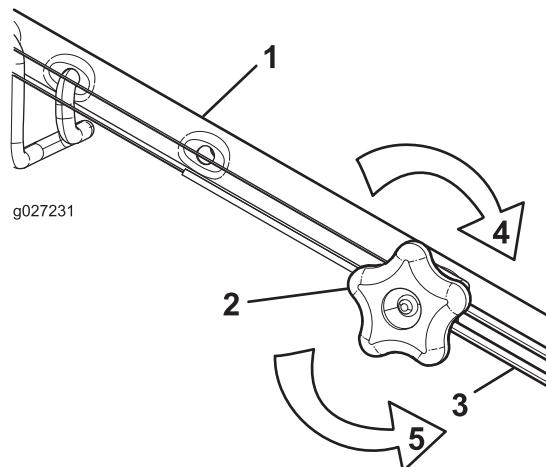

Bild 31
1. Drehen Sie das Handrad nach links, um die Zugeinstellung zu lösen (Bild 31).
2. Stellen Sie die Spannung des Zugs (Bild 31) ein, indem Sie ihn zurückziehen oder nach vorne drücken und dann in dieser Stellung arretieren.